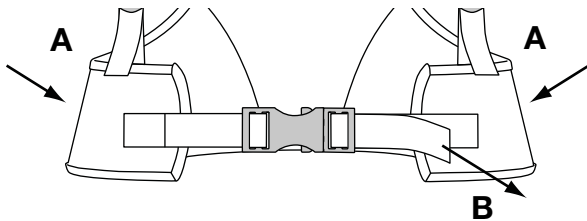
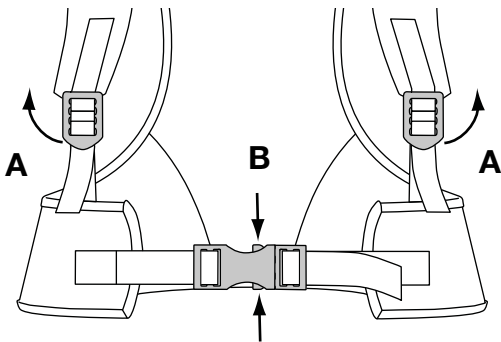

Fig. 18
Fig. 19
REMARQUE: Assurez-vous que le poids de l'appareil repose sur les hanches par le support de taille du système de support (Fig. 18, A).
3. Si le poids ne repose pas sur les hanches, relâchez les supports d'épaules (Fig. 19, A) et tirez sur le support de taille (Fig. 18, B). Ajustez jusqu'à ce que le poids de l'unité repose sur les hanches.
1. Pour libérer les supports d'épaules, tirez sur la languette inférieure des boucles des supports d'épaules (Fig. 19, A).
2. Appuyez sur le haut et le bas des attaches du support de taille du système de support pour le relâcher (Fig. 19, B).